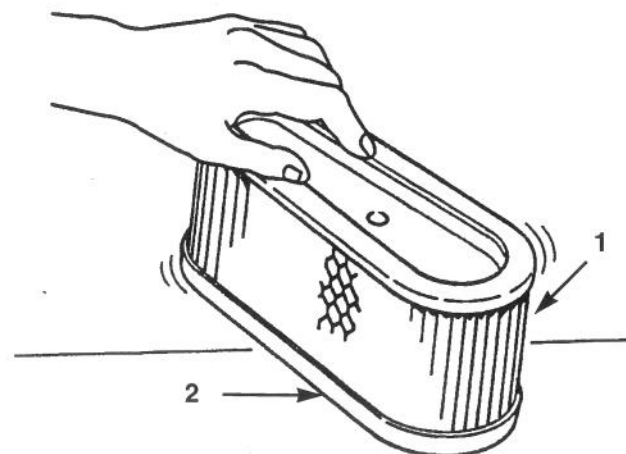

Bild 31
- A. Den Einsatz zum Entfernen von Staub- und Schmutzrückständen leicht auf flacher Oberfläche abklopfen (Bild 31).